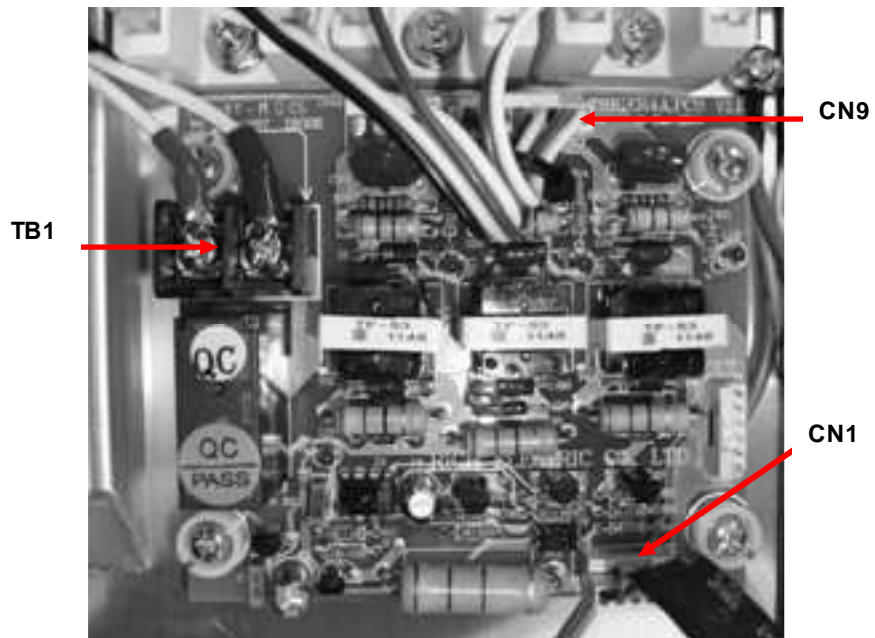

Рис. 6.19. Расположение разъемов платы управления тиристорами.
6.17.1. Отсоединить разъем «CN1» и снять шлейф платы управления тиристорами (рис.6.19).
6.17.2. Отсоединить разъем «CN9» и снять шлейф управления диодно-тиристорными модулями (рис.6.19).
6.17.3. Отвернуть два винта клеммной колодки «TB1» и отсоединить провода цепи предзаряда (рис.6.19).